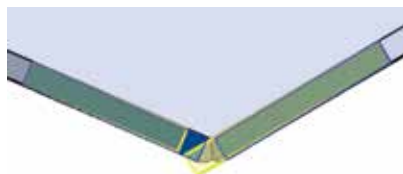

图 5.200 重叠闭合角
-  按钮：用于生成如图 5.200 所示的重叠闭合角效果。